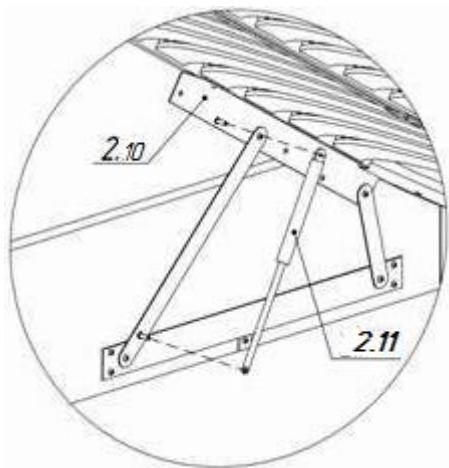

Рисунок 9 – Установка газлифта
10. На подъемный механизм поз. 2.10 установить газлифт поз. 2.11 **штоком вниз**, путем защелкивания клипс на шарнир. То же сделать с противоположенной стороны. (Рисунок 9).